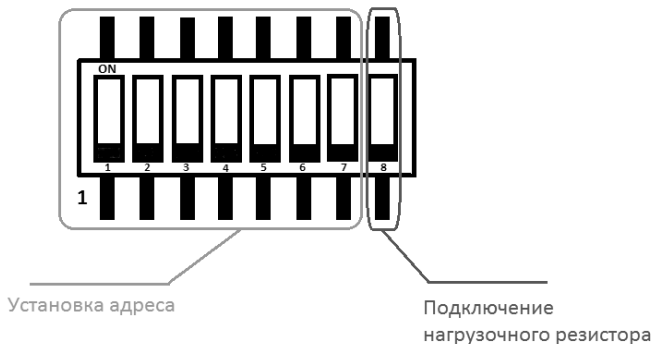

Рисунок 4 – Маркировка DIP – переключателя задания адресов УС.
2.3.6 Установка разрядов адресов детектора производится при помощи DIP – переключателя, расположенного на плате силовой детектора (Приложение В) в диапазоне от 01 до 80. Разряды адреса в таблице 2.3, расположены справа налево от младшего разряда к старшему. Младший разряд, на DIP – переключателе, маркируется цифрой «1» на плате силовой детектора, а положение ползунков DIP – переключателя определяется надписью на его корпусе «ON» - лог. 1 (Рисунок 4).